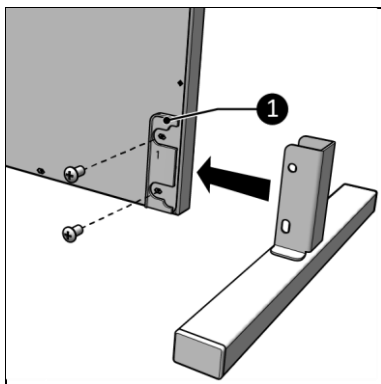

Figure 9
3. Placez les plaques en plastique accompagnant le produit sur l'arrière du chauffage (figure 9, pos. 9).